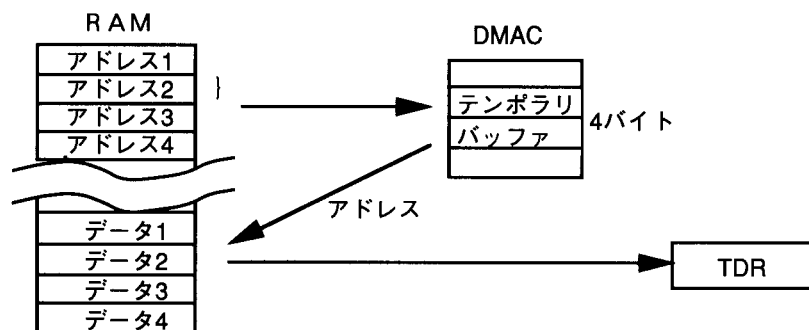

図2.11.3 DMACを用いたデータ転送（転送元間接アドレス）
- (4) RAMからTDRへのデータ転送は図2.11.3に示すようにDMACの間接アドレスモードを使用し、以下のように行います。
- (5) DMACの転送条件は表2.11.1、表2.11.2に示す通りです。